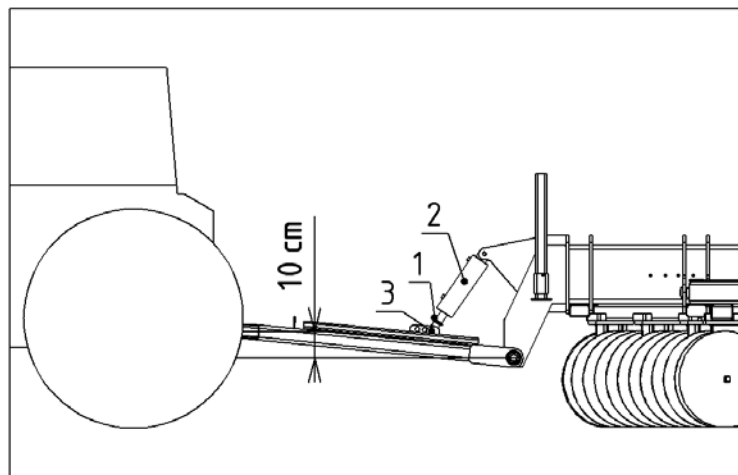

Рисунок 10.
В рабочем режиме точка сцепки с трактором должна быть приподнята на 10 см относительно сцепки с дисковой бороной (рис. 10). После регулировки установить клипсы (1) (рис. 10) различной толщины (25 мм или 38 мм) на шток гидроцилиндра (2) и при помощи перестановки пальца (3) в различные регулировочные отверстия дышла агрегата.
В рабочем режиме рама дисковой бороны должна быть в таком положении, чтобы она находилась параллельно поверхности земли. Это положение рамы регулируется посредством гидроцилиндра дышла (2) (рис. 10) путем выдвигания и складывания его.